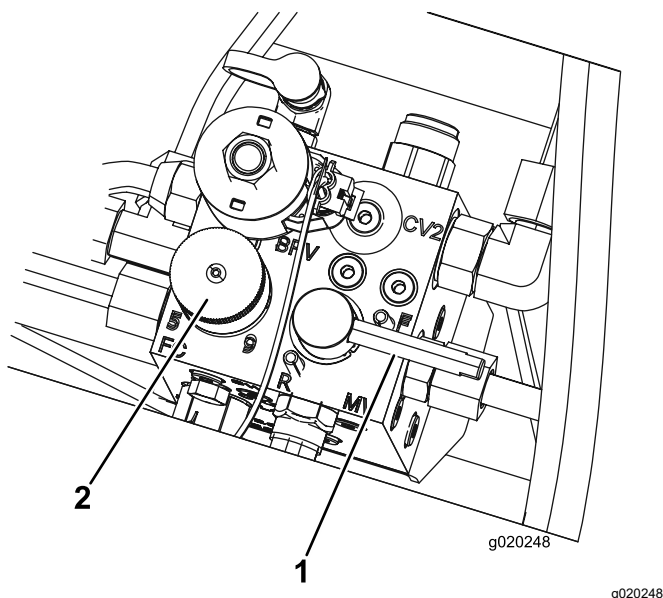

Рисунок 85
5. Установите регулятор скорости барабана в положение 1 (**Рисунок 85**).
6. Установите рычаг заточки обратным вращением в положение **R** обратное вращение (**Рисунок 85**).